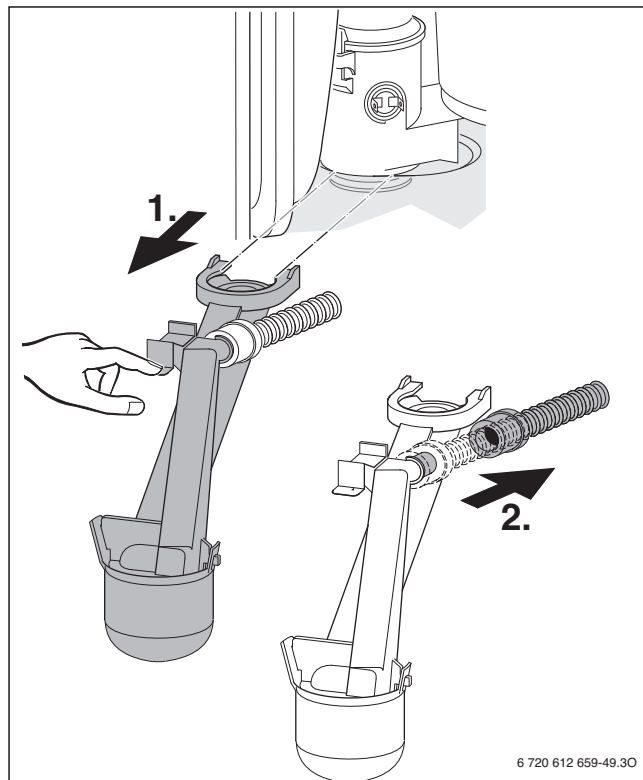

Fig. 123
- Smontare il sifone di scarico condensa (→ fig. 123), per evitare fuoriuscite di liquidi posizionare un recipiente sotto il sifone.